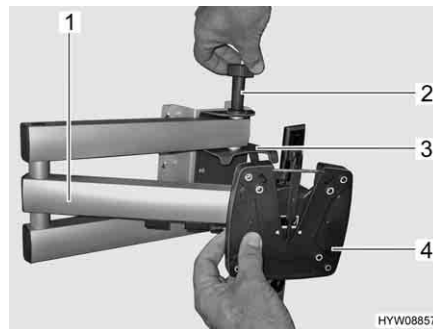
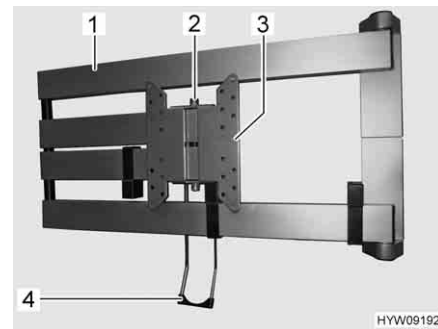

Fig. 11 Supporto con braccio snodato
Fig. 12 Supporto con braccio snodato (alternativa)
- Ruotare lo schermo piatto all'indietro nella sua posizione iniziale, finché il supporto (Fig. 11,4 o Fig. 12,3) non si innesta nel bloccaggio (Fig. 11,3 o Fig. 12,2) producendo un suono.